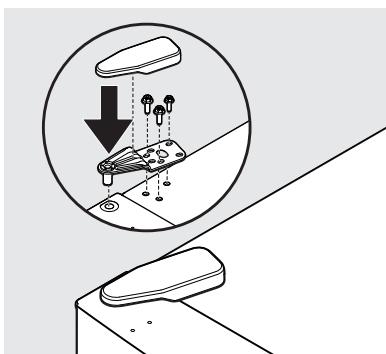

Figura 10
20. Use un destornillador Phillips™ o una llave de 5/16" para asegurar la bisagra superior usando tres tornillos de 5/16". Vuelva a colocar la cubierta de la bisagra superior (vea la figura 10).